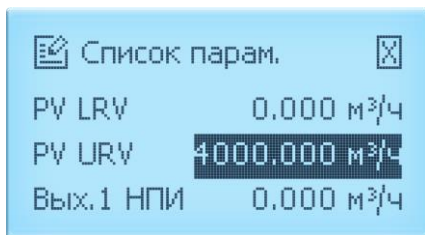

Рисунок 2.11 – Меню ЭЛЕМЕР-РЭМ-2 с ВПР-02Н
- нажать кнопку «↶». На индикаторе ЭЛЕМЕР-РЭМ-2 появится окно «Список параметр.», в котором возможен просмотр значений параметров конфигурации (рисунок 2.11).
Если пароль набран неправильно, то на индикаторе появится сообщение «Доступ запр.! Нажмите кнопку» (рисунок 2.14). После нажатия любой кнопки произойдет возврат к окну «Список парам.» (рисунок 2.11).
2.5.2.3 Для возврата к экрану № 8 «Настройки» из окна «Список парам.» (рисунок 2.11)
- ↩ - подтверждение выбранного значения с последующим переходом к окну «Список парам.» (рисунок 2.11).
Для возврата к окну «Список парам.» (рисунок 2.11) без сохранения изменений:
- ↵ - подтверждение ввода с последующим переходом к окну «Список парам.» (рисунок 2.11);
- X - возврат к окну «Список парам.» (рисунок 2.11) без сохранения изменений.